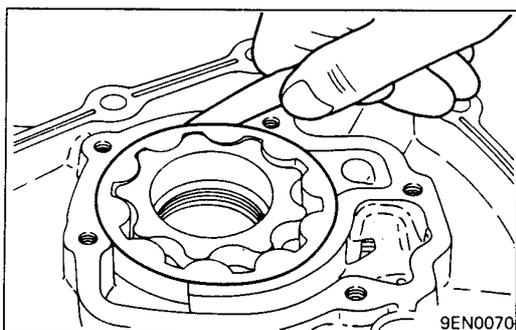

Рис. 11.46
(3) Проверьте зазор между наружным ротором насоса и корпусом (рис. 11.46).